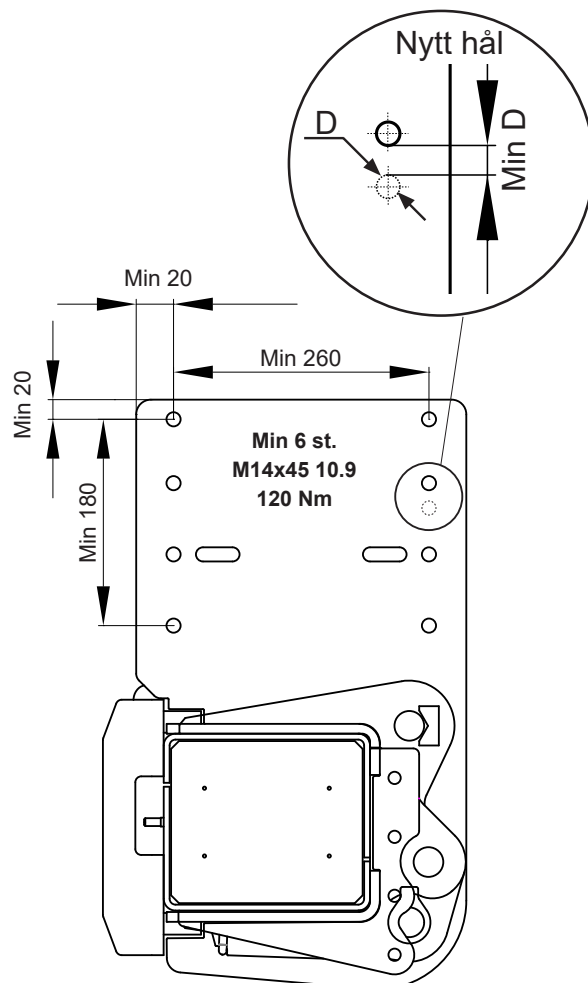

Bild 35. Montera ramfästet med minst 6 skruvar M14x45 10.9
10. Vid montering på ram utan förborrade hål, montera först med en skruv i fästenas spårformade hål. Märk ut på fordonsramen mitt i fästenas spårformade hål och borra sedan hål Ø14 mm. i ramen, se Bild 35.